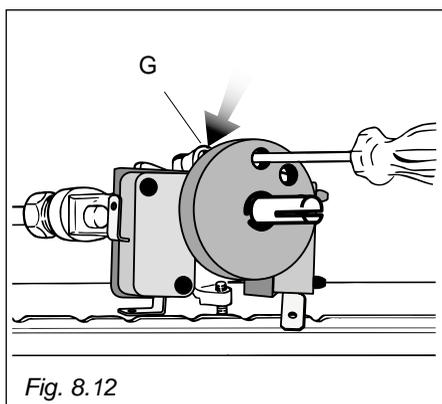

Fig. 8.12
- Introduciendo un destornillador plano a través del taladro del panel, aflojar girando unas 3 vueltas el tornillo de by-pass G (fig. 8.12).
- Enroscar despacio el tornillo by-pass **G** (fig. 8.12) hasta conseguir una llama de 3-4 mm de longitud.